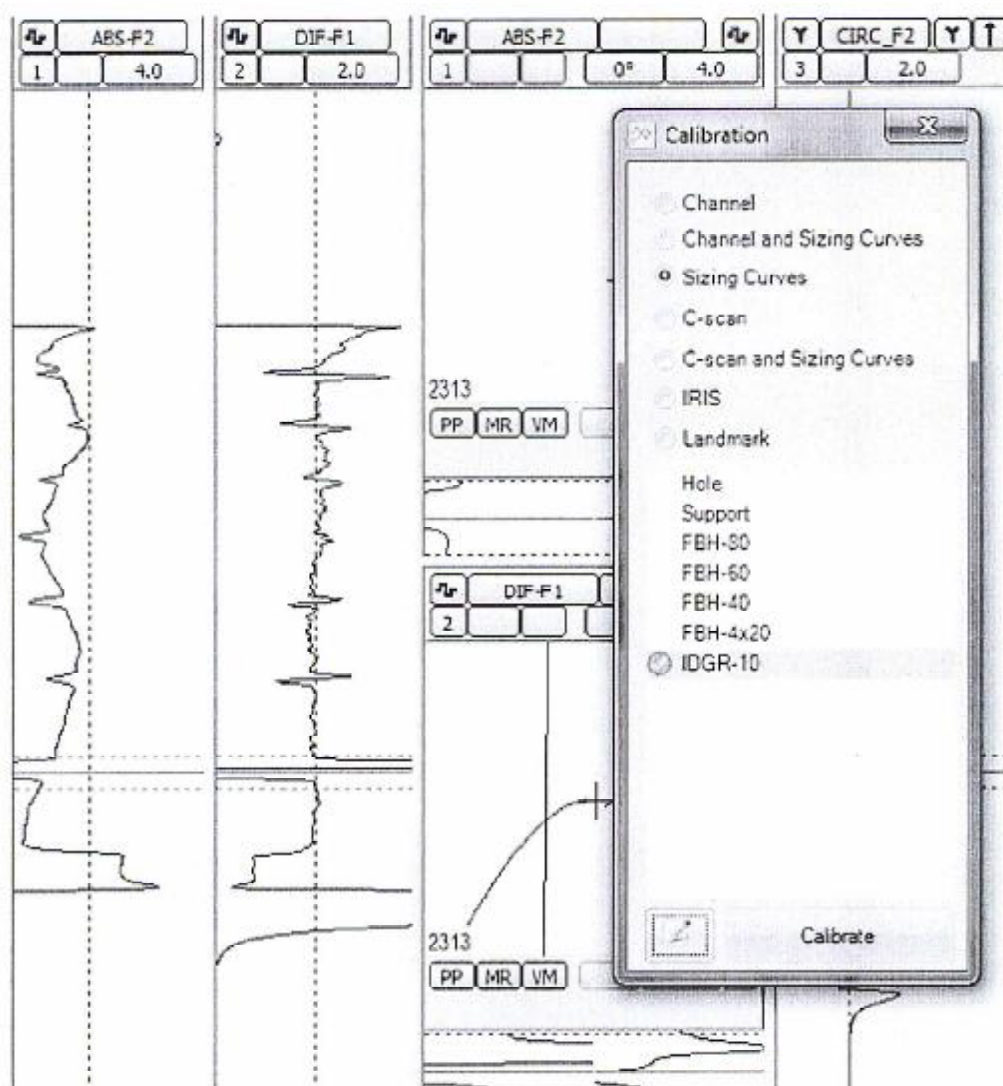

Рисунок 12
8.6.3.2 В появившемся окне «Calibration» (рисунок 12). Выбрать тип калибровки «Sizing Curves» (по данным каналов и кривых оценки размеров).
8.6.3.3 На линейном графике дифференциальных каналов манипулятором «мышь» выделить курсорами область с сигналом от дефекта - проточки на внутреннем диаметре меры. В окне «Calibration» в списке под круглыми кнопками-переключателями выбрать наименование соответствующего дефекта (например, IDGR-10). Нажать кнопку записи (рисунок 12).